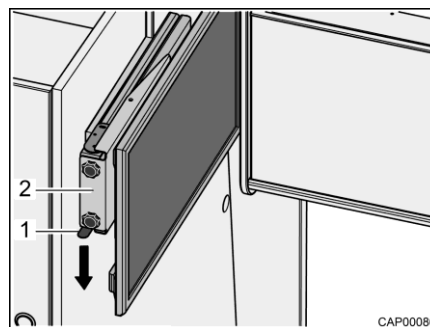

Fig. 47 Dispositivo de extracción con pantalla plana
- Presionar el resorte de cierre (Fig. 47,1) hacia abajo y extraer el dispositivo de extracción (Fig. 47,2) con pantalla plana horizontalmente hacia el centro del vehículo.
- Empujar el dispositivo de extracción (Fig. 47,2) con pantalla plana horizontalmente hasta el tope. El resorte de cierre (Fig. 47,1) engatillará audiblemente.